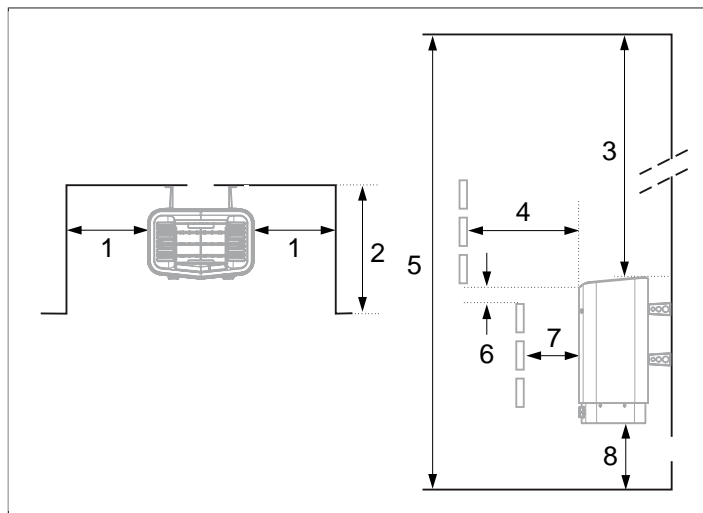

Rysunek 2: Umiejscowienie pieca do sauny – montaż standardowy
- W bezpiecznej odległości od podłogi, ścian bocznych i elementów wyposażenia (patrz **Rysunek 2**, Strona 2).